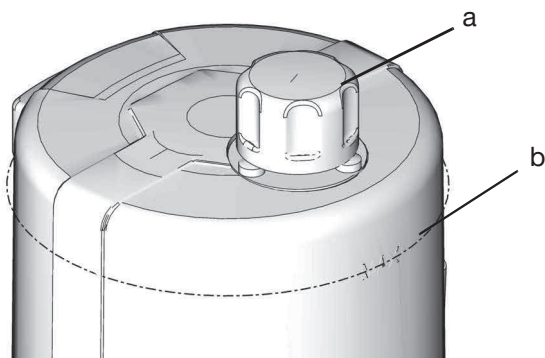

FIG. 10
- Non riempire eccessivamente (FIG. 10).